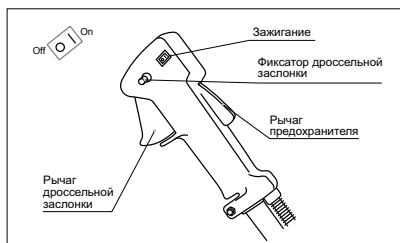

рис. 10
5. Переведите выключатель зажигания, расположенный на рукоятке управления, в положение ON / 1. Нажав рычаг предохранителя, нажмите рычаг дроссельной заслонки (рычаг газа) и зафиксируйте его в нажатом состоянии с помощью фиксатора (рис. 10).
1. Включите зажигание выключателем, расположенным на управляющей рукоятке (рис. 10).
2. Нажав рычаг предохранителя, нажмите рычаг дроссельной заслонки (рычаг газа) и зафиксируйте его в нажатом состоянии с помощью фиксатора (рис. 10).